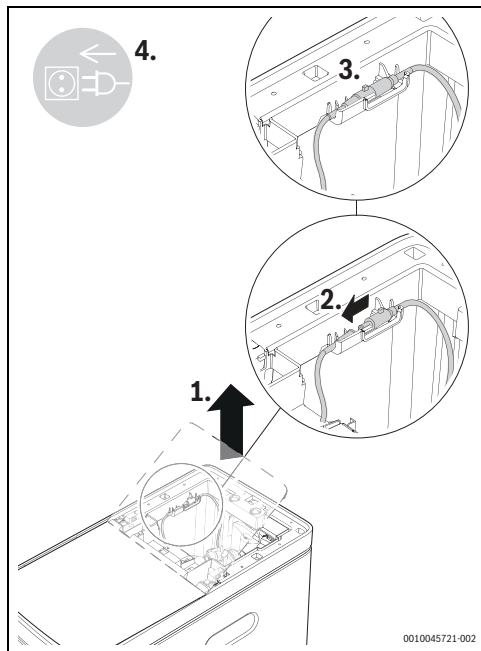

Fig. 7 Conectarea terminalului adaptorului de alimentare
1. Conectați terminalul adaptorului de alimentare la conectorul de alimentare al ventilului de reglare. Introduceți-l în soclul de limitare din cadrul central și apoi închideți partea superioară (→ Fig. 7).